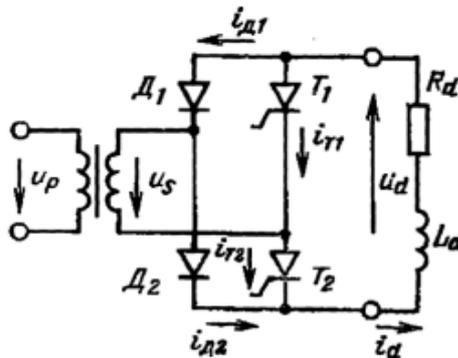

Рисунок 10 – Полууправляемый выпрямитель со схемой 1Φ2H2Π
17. В полупроводниковой мостовой схеме, показанной на рис. 10, $\alpha = 60^\circ$, $U_s=100$ В, $R_d=1$ Ом, $L_d \approx \infty$. Трансформатор и вентили идеальные. Постройте кривые токов диодов и тиристоров. Определите средние и действующие значения этих токов.